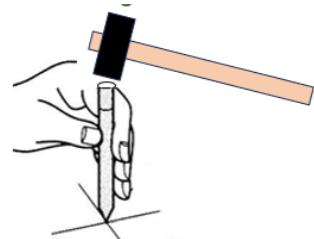

図8-1 ポンチの打ち方
② ポンチを打ちます。 (図8-1 参照)
③ センタドリルでねじ穴の中心を作ります。
④ 下穴をあけます。 (表 8-1 ボール盤でねじの 80~85% のサイズにする)
⑤ 切削油を注油します。